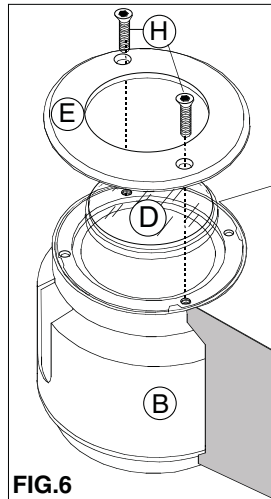

FIG.6
- Rimontare il vetro **D** completo di guarnizione, fissare la ghiera **E** mediante viti **H** in dotazione **FIG.6**
- Replace the **D** glass with gasket, fix the ring **E** with screws **H** supplied.**FIG.6**